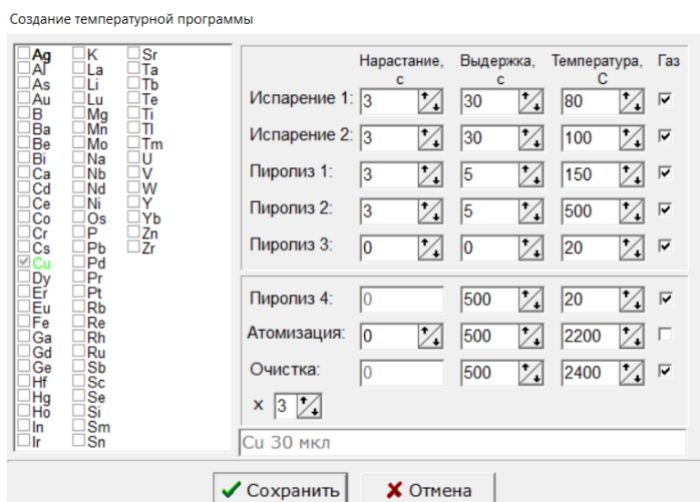

Рис. 11П – Создание новой температурной программы для меди
- 3.3.10 В списке элементов окна «Создание температурной программы» (Рис. 11П) выберете символ Cu, введите необходимые значения параметров стадий программ нагрева и в строке «Название» наберите название новой программы. На Рис. 11П представлена новая программа нагрева печи для меди «Cu 30мкл», для дозируемого объема пробы 30 мкл. Базовые программы элементов предназначены для дозируемого объема пробы 10 мкл.